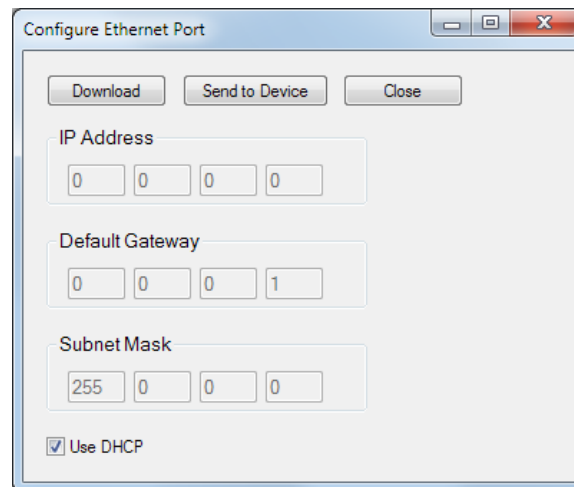

Figure 55-3. Configuration du port Ethernet
5. Sélectionnez Configurer, Ethernet dans le menu déroulant Communication. Si le BE1-11g est correctement connecté, l'écran Configuration du port Ethernet illustré dans la Figure 55-3 s'affiche.